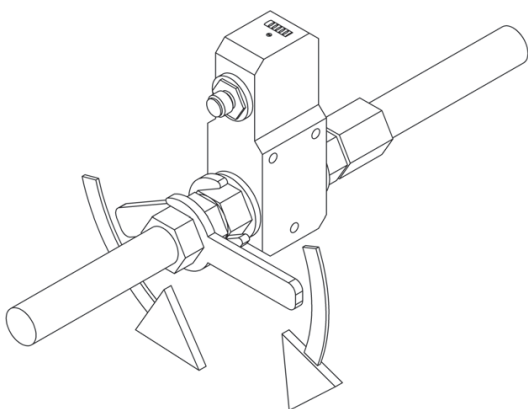
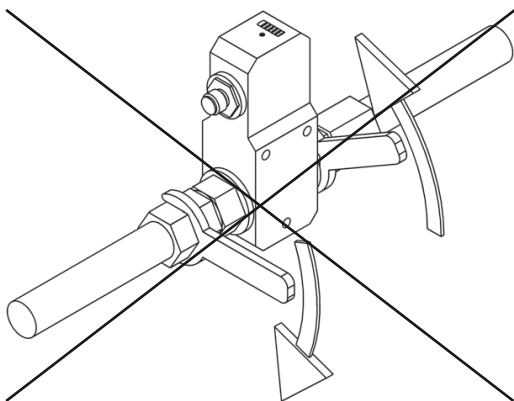

Fig. 7 : Exemple forces de cisaillement
Fig. 8 : Exemple négatif forces de cisaillement
Lors du montage et en fonctionnement, ne pas générer des forces de cisaillement entre les raccords process du capteur (voir Fig. 7).
- ▶ Lors du montage et lors du fonctionnement, veiller à ce qu'aucune force de cisaillement n'apparaisse (voir Fig. 7 et Fig. 8).